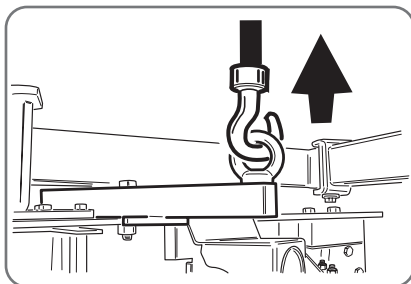

Fig. 3.2
- fijarlos con el soporte de elevación (Fig.3.2).